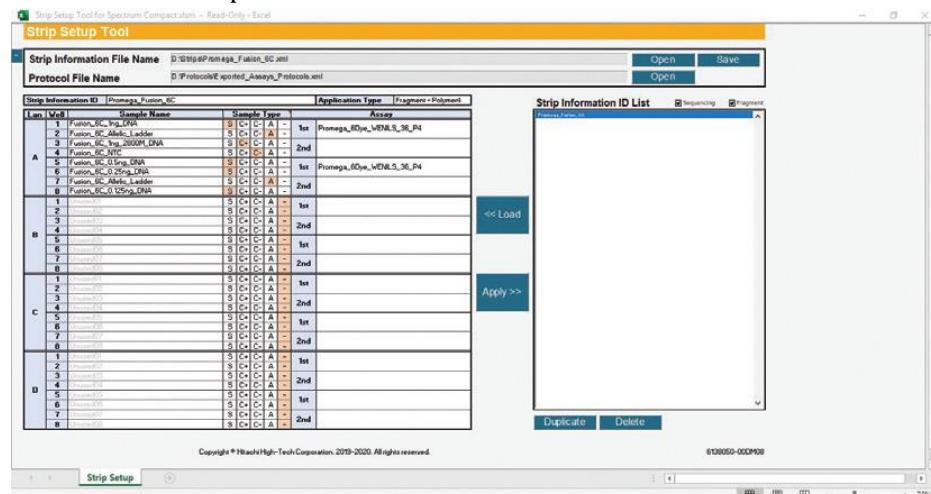

図 218 Strip Information の編集準備ができた Strip Setup Tool for Spectrum Compact 画面
3. 画面の左側に Strip の情報が表示されます。(図 218)